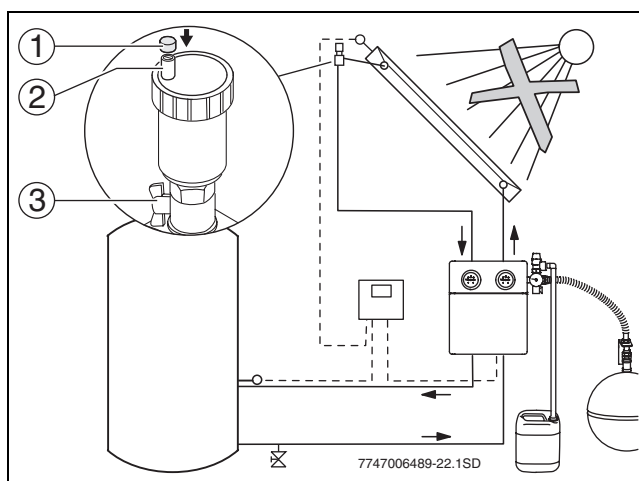

Рис. 25 Откройте воздушный клапан
- ▶ Закройте правый шаровый кран (2) на насосной станции и шаровый кран на воздушном клапане (→ рис. 25, (3)).
- ▶ Закройте краны для заполнения и слива (3) на насосной станции.